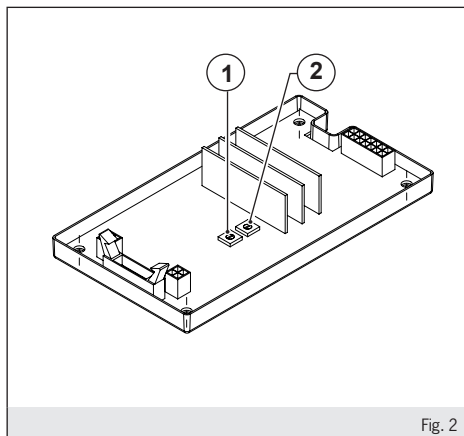
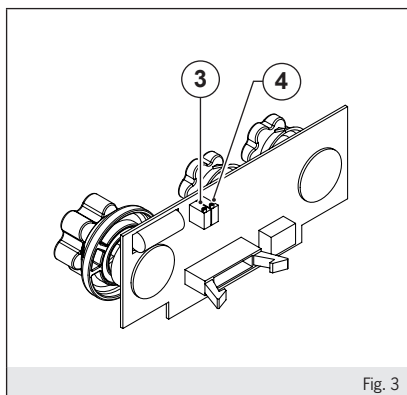

Fig. 2
Fig. 3
La macchina dispone all'interno di una scheda elettronica (fig.2) e potenziometri di regolazione (fig.3) per garantire le prestazioni in corrente e tensione.
- fig.2 - trimmer (1): Regolazione corrente massima di saldatura;
- fig.2 - trimmer (2): Regolazione corrente minima di saldatura;
- fig.3 - trimmer (3): Regolazione corrente di Jump-start;
- fig.3 - trimmer (4): Regolazione tensione di Jump-start.
The machine has inside an electronic regulator (fig.2) and adjustment potentiometers (fig.3) to guarantee the performances in current and voltage.
- fig.2 - trimmer (1): Maximum welding current setting;
- fig.2 - trimmer (2): Minimum welding current setting;
- fig.3 - trimmer (3): Jump-start current setting;
- fig.3 - trimmer (4): Jump-start voltage setting.
La machine dispose à l'intérieur une régulateur électronique (fig.2) et des potentiomètres de réglage (fig.3) pour garantir les performances en courant et tension.
- fig.2 - trimmer (1): régulation maximale courante de soudure;
- fig.2 - trimmer (2): régulation minimale courante de soudure;
- fig.3 - trimmer (3): régulation courante de Jump-start;
- fig.3 - trimmer (4): régulation tension de Jump-start.
La máquina tiene en su interior una tarjeta electrónica (fig.2) y potenciómetros de ajuste (fig.3) para garantizar las prestaciones en corriente y tensión.
- fig.2 - trimmer (1): Regulación corriente maxima de soldadura;
- fig.2 - trimmer (2): Regulación corriente mínima de soldadura;
- fig.3 - trimmer (3): Regulación corriente de Jump-start;
- fig.3 - trimmer (4): Regulación tensión de Jump-start.